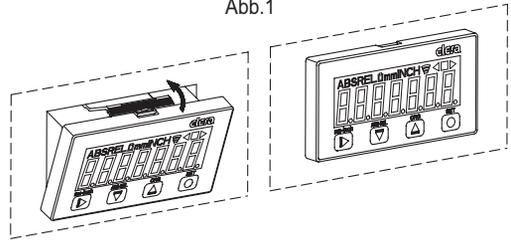

Abb.3
- Aufschrauben der selbstschneidenden Edelstahl 1.4301 TORX® T06 Schraube und entfernen Sie die Abdeckung (Abb. 3).